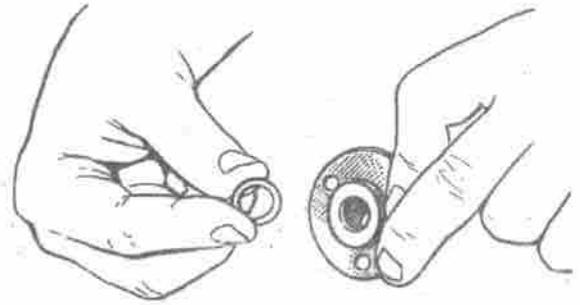

Bild 112. Einsetzen des Dichtungsringes des Gangschaltwellendeckels
1. Gummidichtungsring in Deckel der Schaltwelle einsetzen (Bild 112).